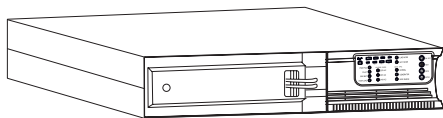

Рис. 2
2. Отключите кабель батареи от ИБП.(рис. 2)